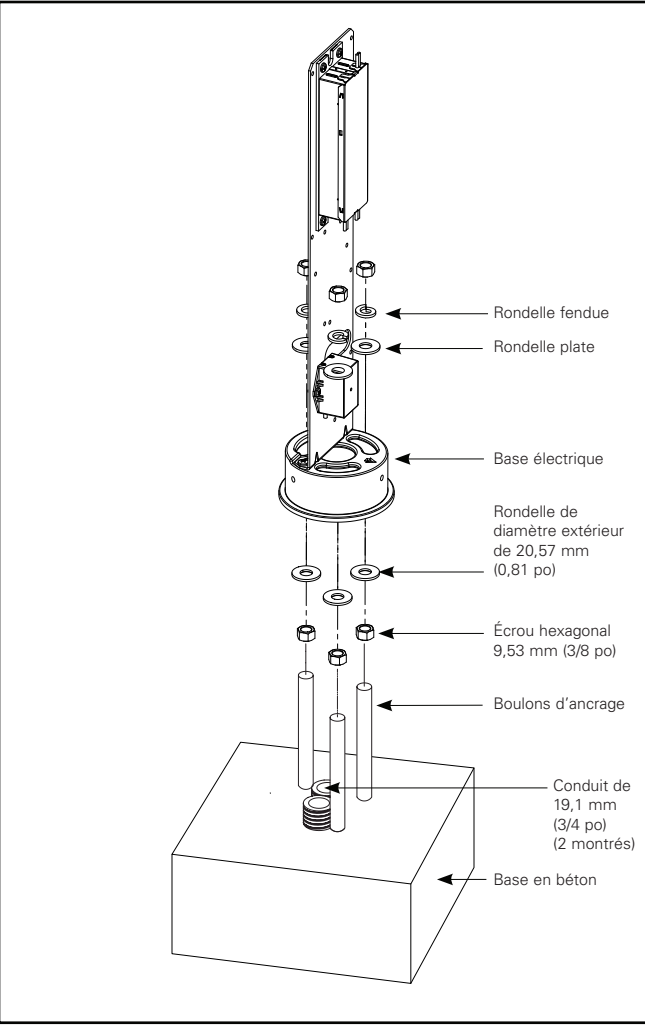

Figure 2.
5. Assemblez un écrou hexagonal de 9,53 mm (3/8 po) sur chacun des (3) boulons d’ancrage, puis placez une rondelle sur chacun des boulons. Comme point de départ, réglez le bas de l’écrou hexagonal à environ 25,4 mm (1 po) au-dessus de la base en béton (Figure 2).